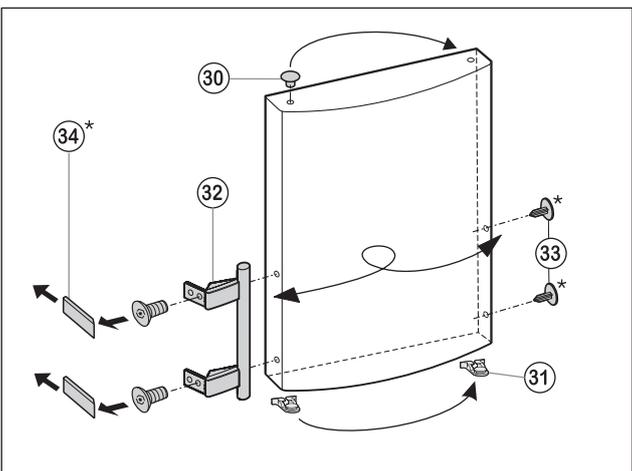

Fig.6
- Enlever le bouchon Fig. 6 (30) du coussinet de la porte et le permuter de l'autre côté.
- Démontez la poignée de porte Fig. 6 (32), les bouchons Fig. 6 (33) et les plaques d'appui* Fig. 6 (34) et les permuter sur le côté opposé.